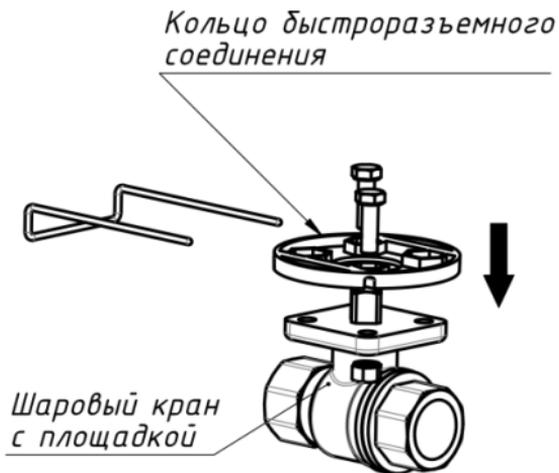

Рисунок 2. Присоединение кольца быстросъемного соединения к шаровому крану с площадкой.
- 2) Пластиковое кольцо быстроразъёмного соединения электропривода крепится к площадке шарового крана двумя болтами M5 с гайками. Пазы для фиксирующей скобы на кольце быстроразъёмного соединения должны быть ориентированы вдоль движения потока (рис. 2).
- 1) Отсоедините электропривод от шарового крана (Рис. 2) вынув скобу быстроразъемного соединения.